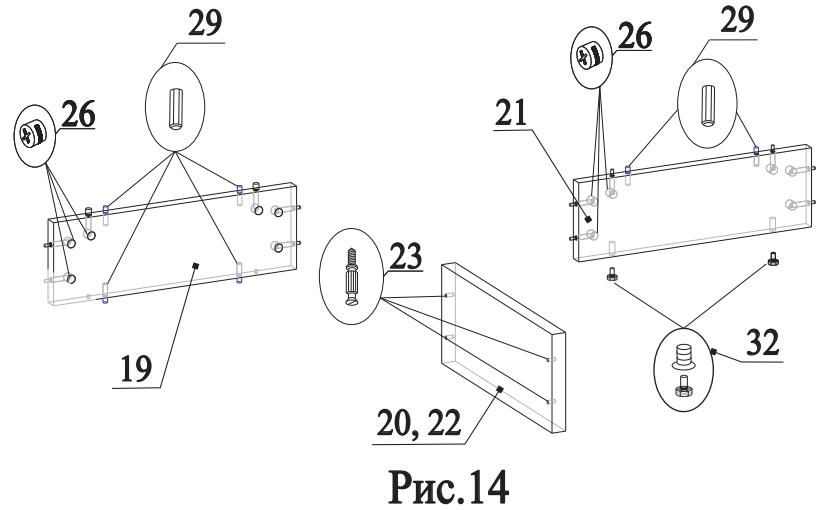

Рис.14
36. В отверстия на деталях 19 и 21 вставить эксцентрики 26 стрелками к торцевым отверстиям (рис.14);
37. В торец деталей 19 и 21 вставить шканты 29 (рис.14);
38. В отверстия на деталях 20 и 22 вкрутить дюбеля 23 (рис.14);
39. В муфты на нижнем торце детали 21 вкрутить опору 32 (рис.14);